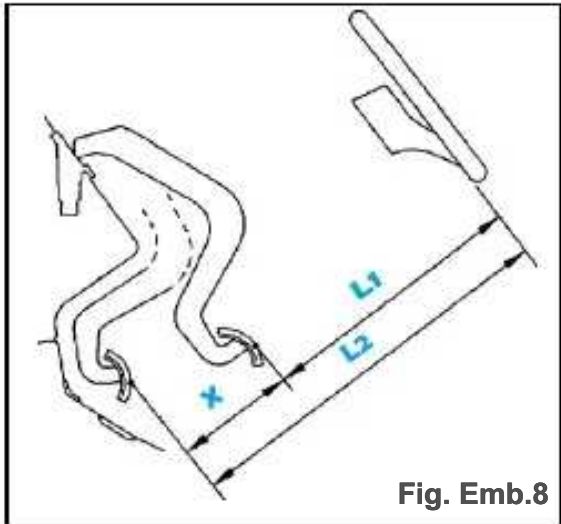

Fig. Emb.8
- El punto de medición en el pedal debe corres-lay al punto de apoyo del pie del conductor (Fig.. Emb 8).